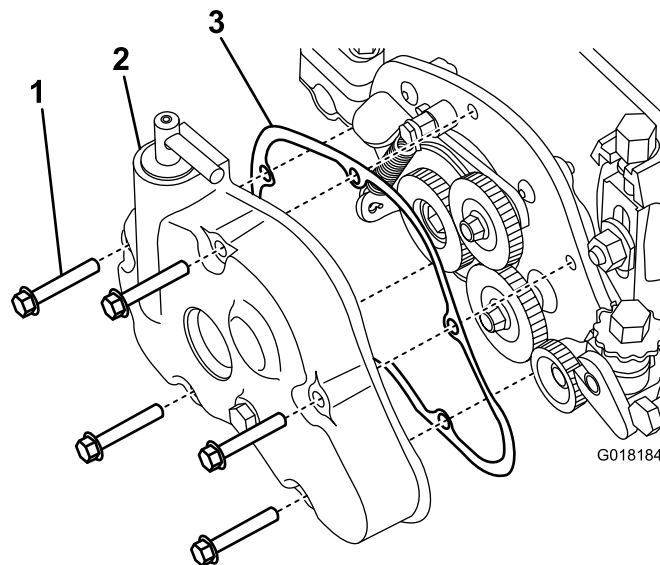

Figura 24
1. Retire la cubierta de la caja de engranajes de la carcasa del groomer, asegurándose de que el embrague de los engranajes del groomer está engranado a fin de aliviar la tensión de los muelles en la cubierta (Figura 24).